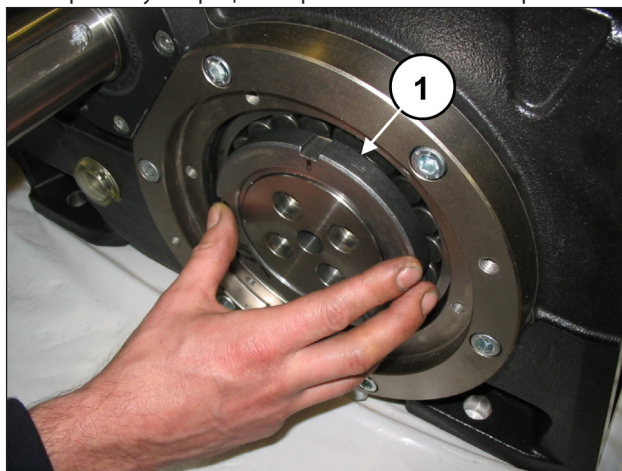
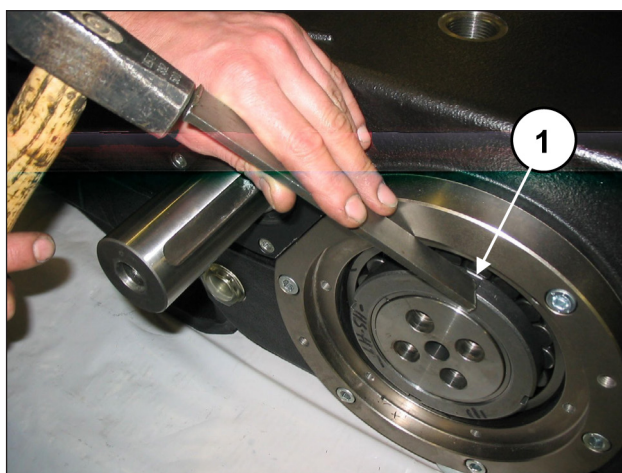

Рис. 15
Рис. 16
С одной стороны навинтите кольцевую гайку типа SKF KM20 на стяжную втулку (поз. ①, Рис. 15), затем разблокируйте втулку с помощью ударной массы (поз. ①, Рис. 16), не снимая ее. Повторите эту операцию с противоположной стороны.